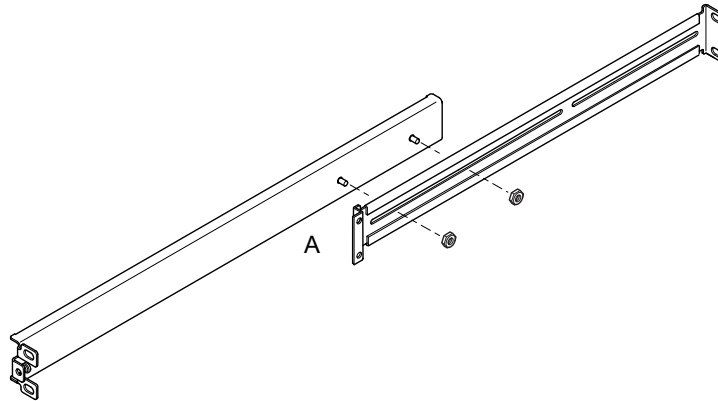

РИС. 2-3 Расположение раздвижных держателей при установке в стандартную 19-дюймовую стойку
- При установке в стандартную 19-дюймовую стойку деталь с двойным ушком (А) должна располагаться спереди (см. РИС. 2-3).